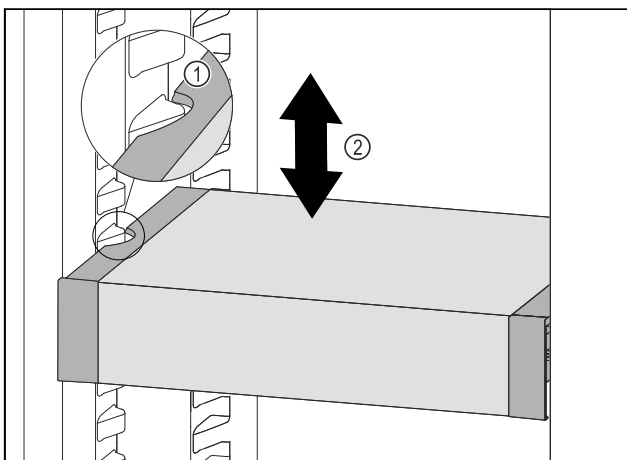

Fig. 152
- Tirer le VarioSafe vers l'avant jusqu'à ce que les encoches latérales du VarioSafe soient à la hauteur de la nervure du bac dans la partie réfrigérateur. Fig. 152 (1)
- Déplacer le VarioSafe vers le haut ou vers le bas dans la partie réfrigérateur jusqu'à ce que la hauteur souhaitée soit atteinte. Fig. 152 (2)